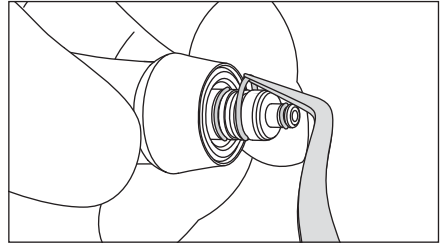

Fig. 18
- *Si se adhiere polvo en la zona de las juntas tóricas, desmóntelas y limpie bien tanto las juntas como los surcos. (Fig. 18)